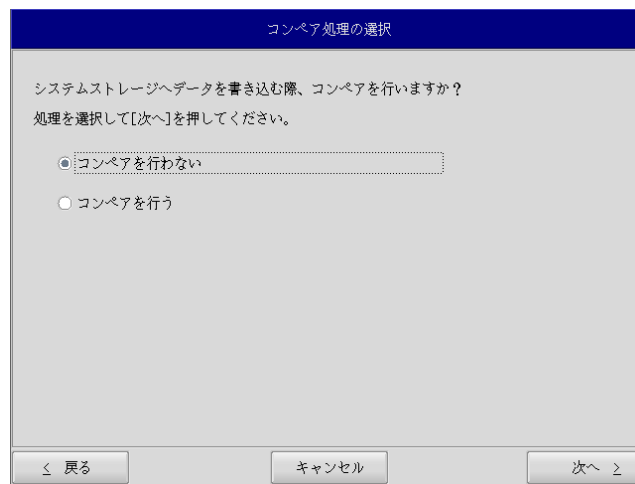

図 5-2-5. コンペア処理選択画面
- ⑧ コンペア処理の選択画面(図 5-2-5)が表示されます。